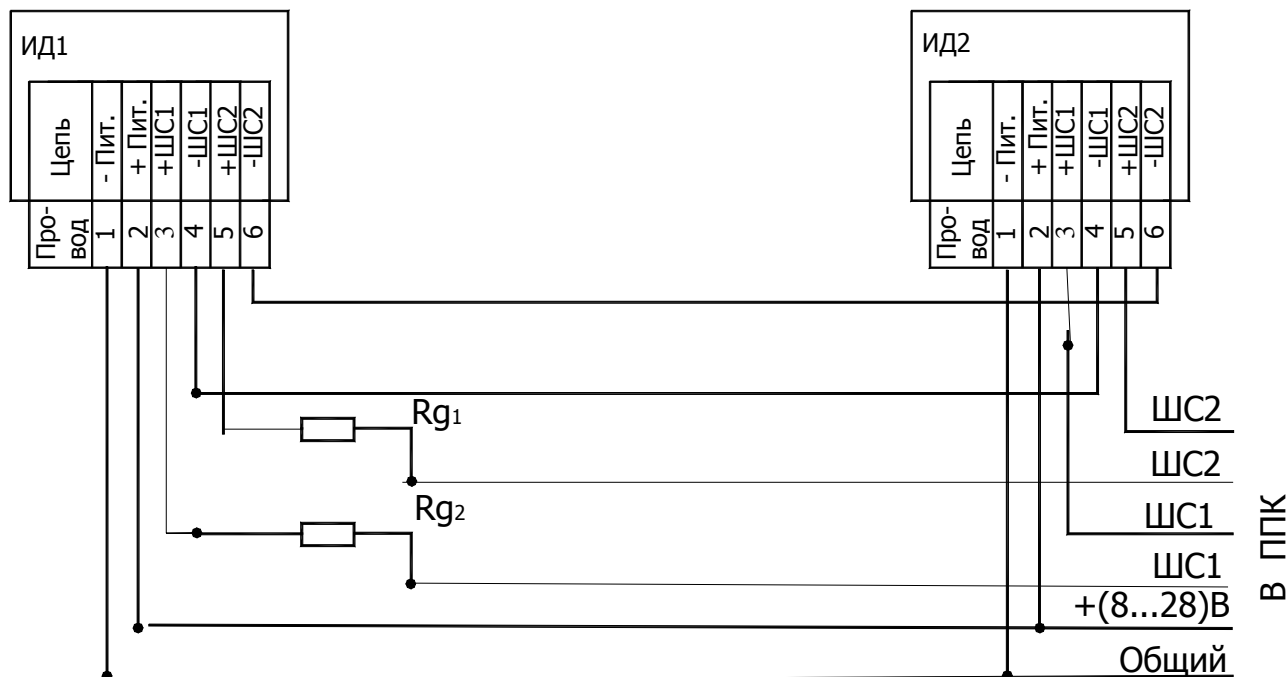
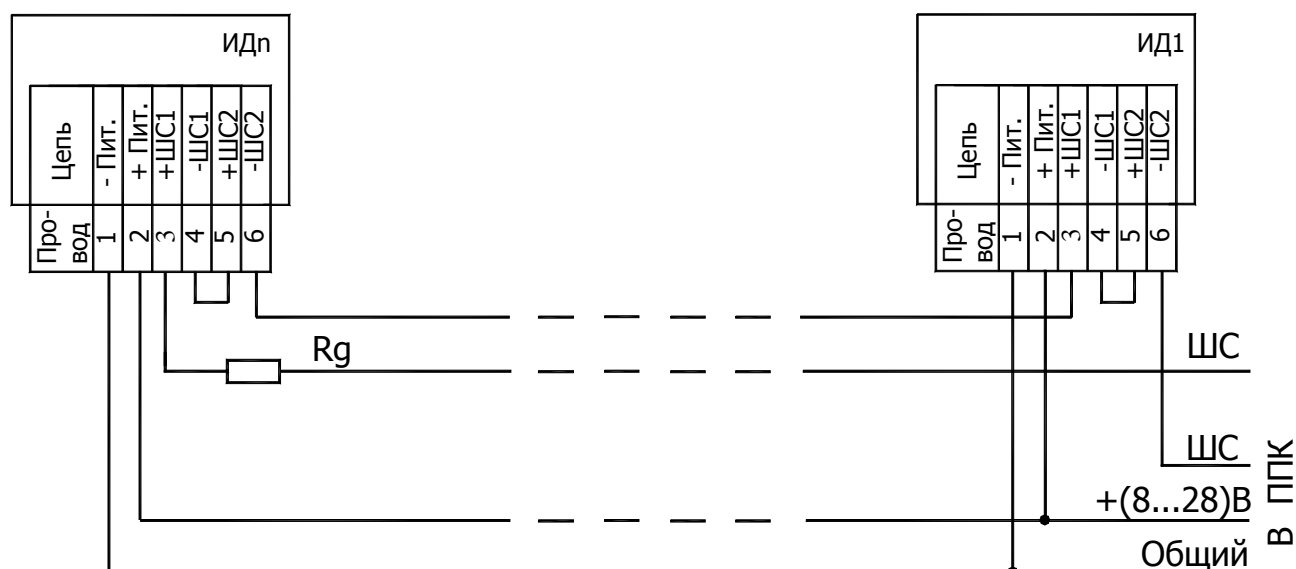

Рис.4 Схема соединения двух извещателей
Рис.5 Схема соединения при последовательном
5.7 Схема соединения при последовательном включении извещателей в один шлейф приведена на рис.5 приложения. Раздельное включение шлейфов ШС1 и ШС2 приведено на рис.4. Соответствие цвета проводов сигналам - в таблице 2 приложения.